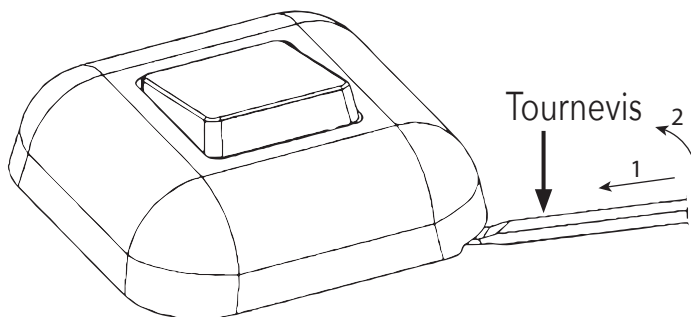

Figure 8: Retrait de la lunette
2. Insérez un petit tournevis à tête plate dans l'espace indiqué à la Figure 8. Soulevez délicatement la lunette jusqu'à ce qu'elle se détache, puis retirez-la du boîtier.